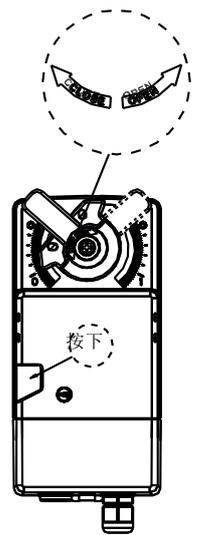

图 7
3. 如图 7, 按下离合按键, 手动转动手柄使阀体开关(力过大转不动时需要用工具辅助)。